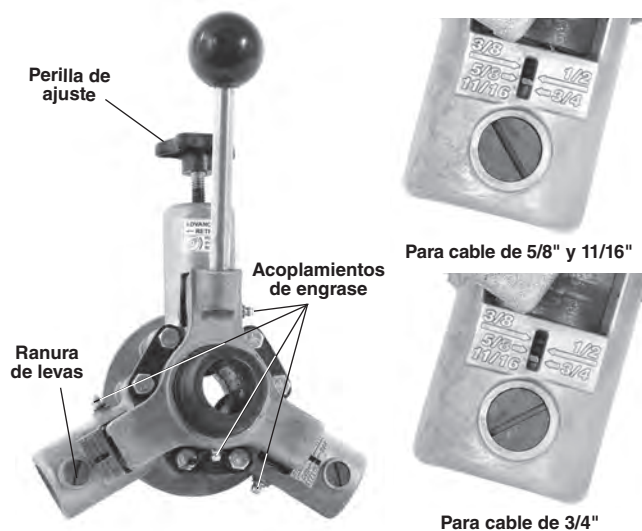

Figura 9 – Revisión del ajuste de la unidad AUTOFEED
Para que la limpiadora funcione correctamente, es necesario ajustar la unidad AUTOFEED de acuerdo con el cable utilizado. El ajuste de la unidad AUTOFEED se puede ver en el frente de la unidad (Figura 9). La ranura está alineada con el indicador del diámetro del cable.
2. Con un destornillador plano, introduzca la punta en la ranura de levas para girar ambas levas (vea la Figura 9). Para un cable de $\frac{1}{16}$ ", use el ajuste de $\frac{5}{8}$ ".
5. Si la máquina incorpora una unidad AUTOFEED, confirme que esté en el ajuste que corresponde al cable utilizado (Figura 9).